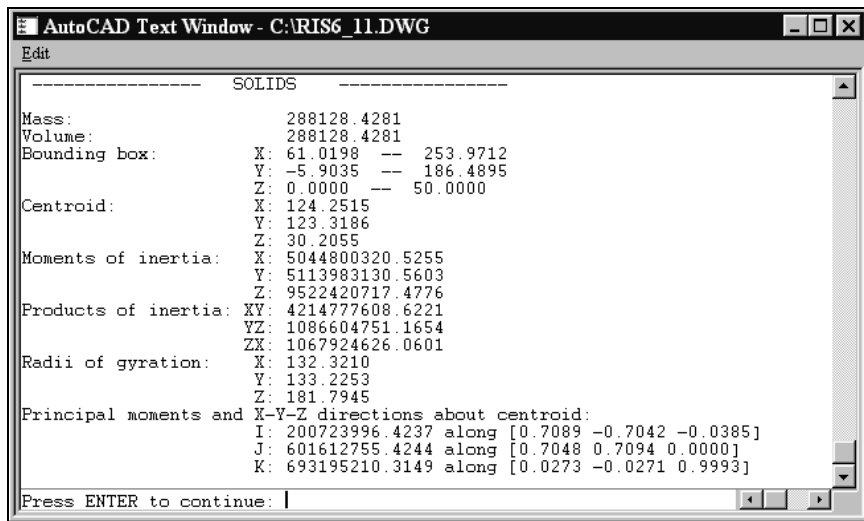

Рис. 6.9. Текстовое окно с массовыми характеристиками тела
1. В меню выбрать **Tools | Inquiry | Region/Mass Properties** (Сервис | Сведения | Геометрия и масса). Программа выводит на экран текстовое окно (рис. 6.9) со значениями массы тела, координат центра масс и моментов инерции.